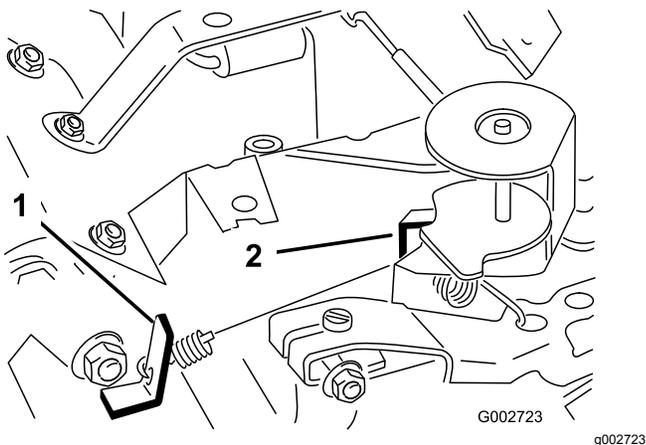

Bild 41
3. Biegen Sie den Anker-Federmitnehmer (Bild 41), um eine Leerlaufgeschwindigkeit von 1.675 U/min bis 1.175 U/min zu erzielen.
6. Biegen Sie den Federankermitnehmer in der Vollgaseinstellung (Bild 41), bis Sie eine Vollgasdrehzahl von 3.350 U/min bis 3.450 U/min erzielen.